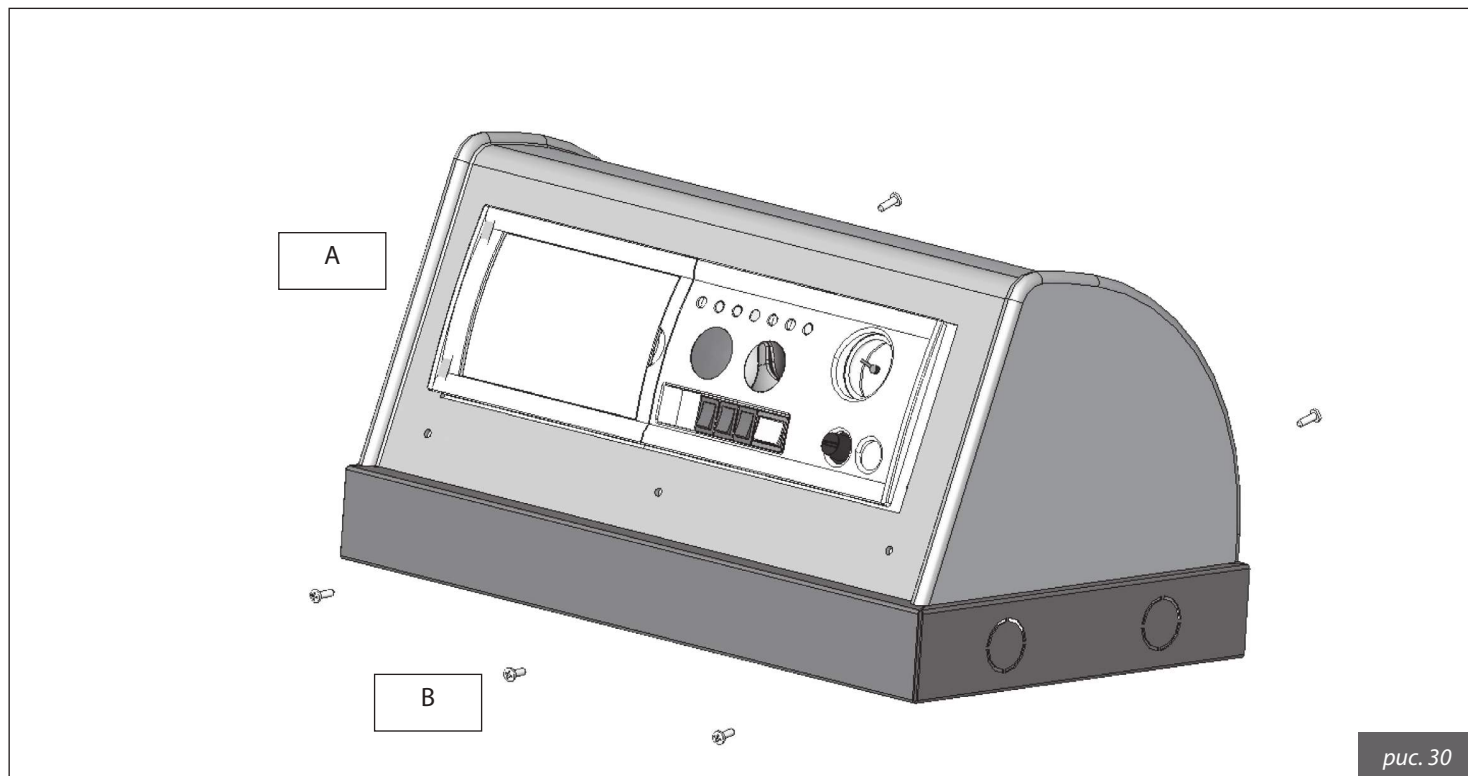

рис. 30
- 2)** установить в исходное положение верхнюю (защитную) часть корпуса пульта (А, рис. 30), закрепив ее с помощью соответствующих винтов (В, рис. 30);